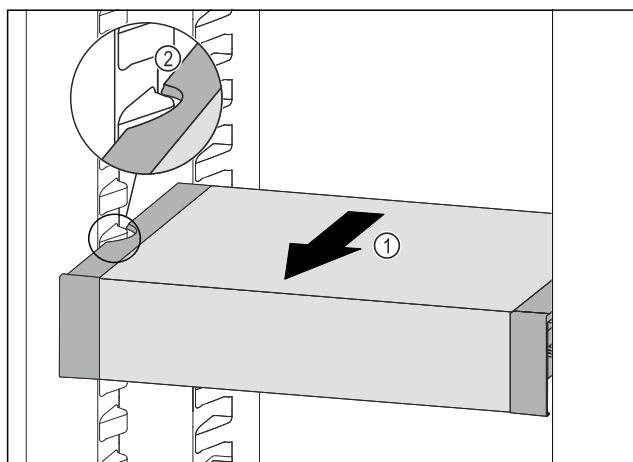

Fig. 219
- Trageți în față VarioSafe Fig. 219 (1), până când degajările laterale ale VarioSafe se află la înălțimea nervurii recipientului din frigider. Fig. 219 (2)